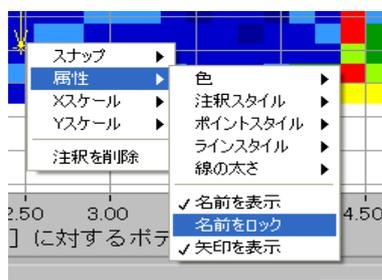

図:7
- ・「名前をロック」は注意点を解除するには、注意点で右クリックし、属性→「名前をロック」をクリックする事により選択解除が出来る。（図:7 参照）
※注：ある属性が適切な位置に置かれたのなら、印刷、BMP あるいは、表示変更が行われる前に、常に、「名前をロック」の選択を解除する。（図:7 参照）